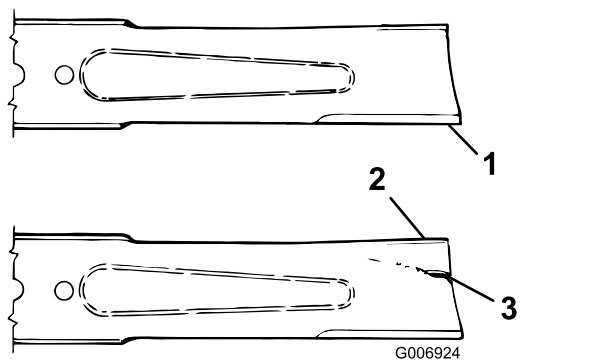

Рисунок 65
3. Осторожно проверьте режущие кромки ножей, особенно в точке соединения плоской и изогнутой частей ножа (Рисунок 65).
4. При обнаружении износа (Рисунок 65) замените нож; см. Снятие и установка ножа \(страница 63\)